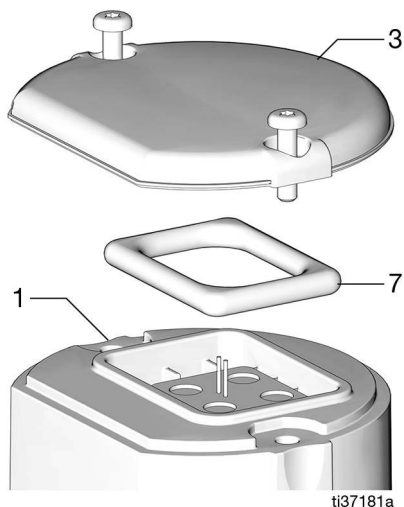

FIG. 12
5. Retire la junta (7) del alojamiento (1), si fuera necesario. Asegúrese de que la junta quede colocada en la cubierta (3). Aplique una fina película de aceite o grasa a la junta para lubricarla y facilitar su colocación (FIG. 12).